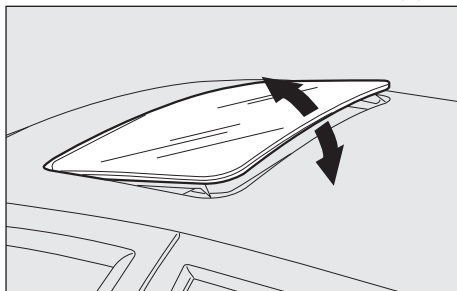
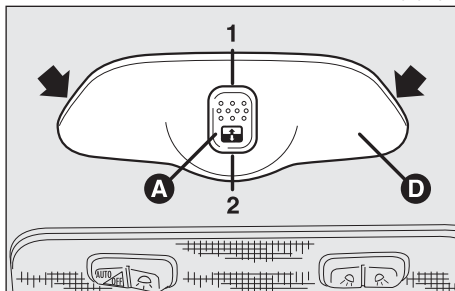

fig. 158
fig. 159
Il sollevamento **(fig. 158)** si ottiene, solo con tetto completamente chiuso, premendo sull'estremità anteriore **(2)** del pulsante di comando **(A-fig. 159)**.
Premere sull'estremità posteriore **(1)** del pulsante **(A-fig. 159)** per riportare il tetto in posizione orizzontale (tetto chiuso).
- facendo leva nei punti indicati dalle frecce rimuovere la mostrina (**D-fig. 159**);